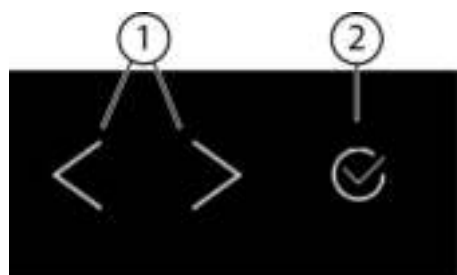
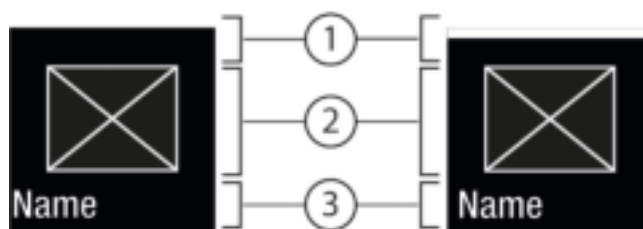
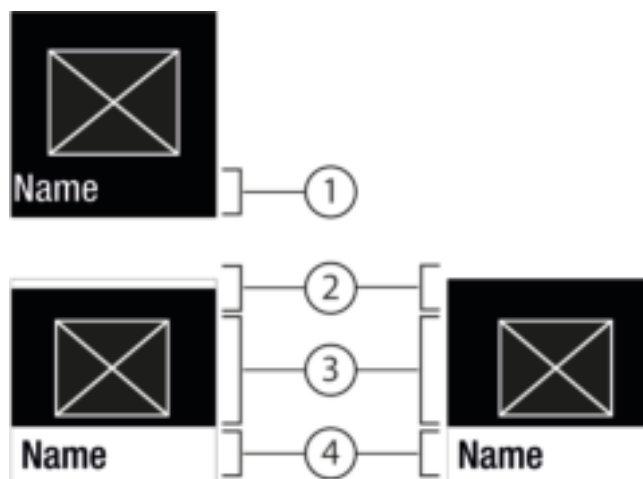

Fig. 5
Fig. 6
Fig. 7
- (1) Navigatiepijl links / rechts (2) Bevestigen
##### Navigatiepijl links / rechts Fig. 5 (1):
##### Bevestigen Fig. 5 (2):
- Met de navigatiepijl links / rechts Fig. 5 (1) navigeren.
- Met bevestigen Fig. 5 (2) de functie / instelling activeren Fig. 6 (1) / deactiveren Fig. 6 (1).
- Met bevestigen Fig. 5 (2) het submenu Fig. 7 (4) oproepen.
- Nieuwe waarde instellen: Met bevestigen *Fig. 5 (2)* een gedeactiveerde waarde *Fig. 6 (1)* selecteren.
- Terug naar het menu: Met bevestigen *Fig. 5 (2)* de al geactiveerde waarde *Fig. 6 (2)* selecteren.
- ▶ Druk zo vaak op de navigatiepijlen *Fig. 5 (1)* tot de wordt weergegeven.
- ▶ Bevestigen *Fig. 5 (2)* indrukken.
- ▶ Druk zo vaak op de navigatiepijlen *Fig. 5 (1)* tot de reinigingspositie wordt weergegeven.
- ▶ Met de navigatiepijlen *Fig. 5 (1)* de instelwaarde kiezen.
- ▷ Status: geactiveerd *Fig. 6 (1)* wordt kort op het submenu *Fig. 7 (4)* weergegeven.
- ▶ Navigatiepijlen *Fig. 5 (1)* zo vaak indrukken totdat instellingen  wordt weergegeven.
- ▶ Druk zo vaak op de navigatiepijlen *Fig. 5 (1)* tot de gewenste instelling wordt weergegeven.
- ▶ Bevestigen *Fig. 5 (2)* 3 seconden lang indrukken.